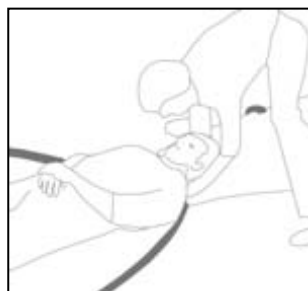

Fig. 5
- Schieben Sie den Patienten zentral auf die Trage. Achten Sie dabei darauf, dass die Wirbelsäule so gerade wie möglich gehalten wird. (Fig. 5).